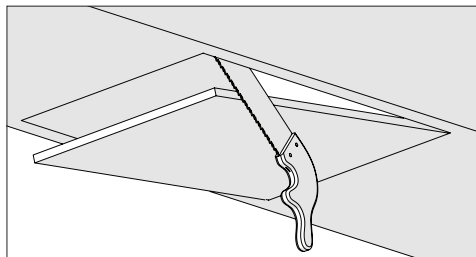

Рис. 2
- Выпилите нижнюю часть шкафа, где будет установлена вытяжка, в соответствии с размерами, указанными на техническом чертеже (Рис. 2).